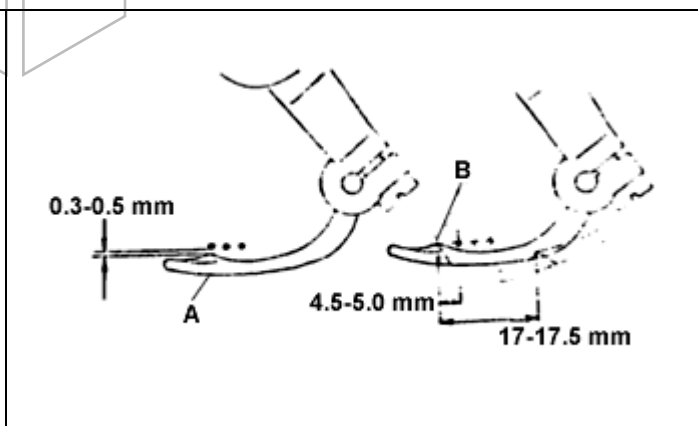

Fig. 39
Há uma distância aproximada de 0,3 a 0,5 mm entre a ponta do gancho do lançador (A) e a agulha esquerda quando o lançador passa pela agulha esquerda, e uma distância aproximada de 4,5 a 5,0 mm entre a ponta do gancho (B) e a agulha esquerda, quando o lançador estiver em seu ponto morto (fig. 39).
O curso do lançador é de 17 a 17,5 mm (fig. 39).